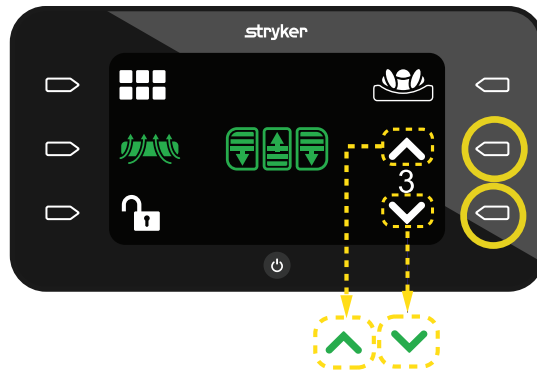

Figura 33 – Modalità ALP livello 3
4. Premere il pulsante **Azione** accanto alla **freccia in alto** o alla **freccia in basso** per aumentare o ridurre il livello ALP da 1 a 5 (Figura 33).